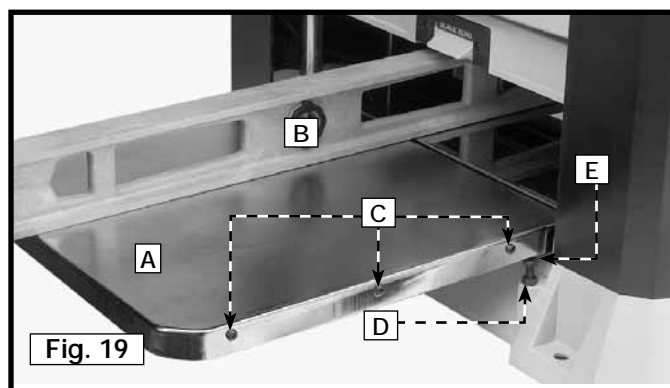

Fig. 19
Pour un rendement optimal, mettre au niveau les rallonges de table, une des rallonges est illustrée à la (A) fig. 19 avec la table de raboteuse. Vérification et réglage :
- Placer une règle droite (B) fig. 19 sur la table de la raboteuse de manière à ce qu'une extrémité de la règle dépasse la rallonge de la table d'alimentation (A). Vérifier si les deux côtés de la rallonge sont au niveau avec la table de la raboteuse.
- Si un réglage est requis, desserrer le contre-écrou (D), puis régler la vis de la butée (E) de chaque côté de la table (A). Lorsque les deux côtés de la table sont au niveau, serrer le contre-écrou.